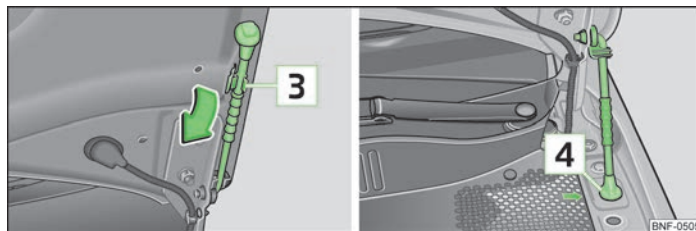

Bild 98 Säkra motorhuven
- Ta ut fällstaket från hållaren **[3]** i pilens riktning » bild 98 och säkrade den öppnade luckan genom att sätta in fällstaket i den speciella öppningen **[4]**.